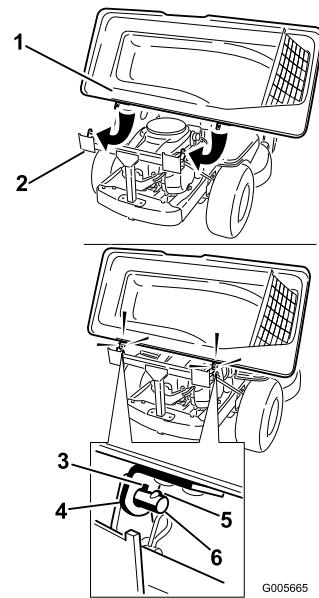

Figura 7
- Instale la tapa del ensacador en el bastidor del ensacador. Gire la tapa del ensacador para alinear los orificios de los soportes de la tapa del ensacador con las clavijas de los bulones del bastidor del ensacador (Figura 7). Coloque los soportes sobre los bulones y baje la tapa del ensacador a su posición de funcionamiento.